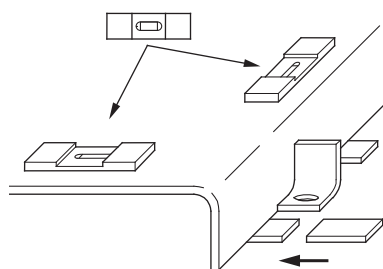

Fig. 7: Nivellering og justering av bunnrammen
- Legg på bunnrammen og niveller den i begge retninger med ekstra shims (se fig. 7).
- Juster det komplette aggregatet under oppstilling på fundamentet ved hjelp av vaterpasset (på aksel/trykkstuss) (se fig. 7). Bunnrammen skal befinne seg i vannrett posisjon; det aksepteres her en toleranse på 0,5 mm pr. meter.